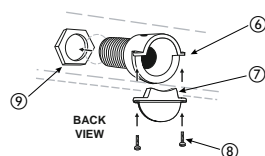

Figure 3
NOTE: Fixture channel is provided with knockouts for use of romex strain relief bushing (provided). See Figure 3. Fixture channel also contains a 7/8" knockout on top of channel for mounting over junction box. If fixture is supplied with cord and plug set, omit steps 3 and 4.
4. If using romex strain relief bushing, assemble bushing end cap ⑦ to bushing body ⑥ using two screws ⑧. Leave screws loose to accommodate installation of romex. Position hex nut ⑨ inside channel ③ over hole from knockout, and thread bushing assembly into hex nut until snug. Continue to thread bushing assembly until screw heads are facing downward. **See Figure 3.**
Note : Le boîtier est doté de débouchures pour l'utilisation d'une bague anti-traction (fournie). Voir la Figure 3. On trouve une autre débouchure sur le dessus du boîtier pour le montage à la boîte de jonction. Si l'appareil est muni d'un ensemble cordon et prise, omettre les étapes 3 et 4.
4. Si une bague anti-traction est utilisée pour protéger le romex, assembler le capuchon ⑦ à la traversée ⑥ à l'aide de deux vis ⑧. Ne pas serrer les vis afin de permettre l'installation du romex. Placer l'écrou à six pans ⑨ à l'intérieur du boîtier ③ afin de recouvrir le trou de la débouchure puis passer la traversée par l'écrou jusqu'à ce que bien serrée. Passer la traversée jusqu'à ce que la tête des vis soit face vers le bas. **Voir la Figure 3.**